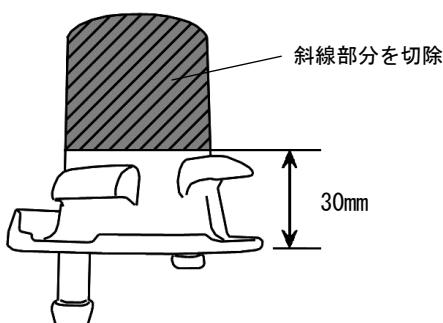

図4-1
1. 純正ロアマウンティングラバーを、下から30mmのところで切除してください。 (図4-1)